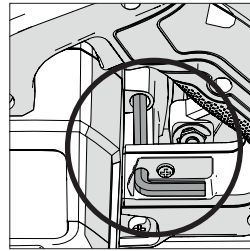

Fig. 1
- Leta upp den levererade insexnyckeln för bladbyte som ligger i det monterade förvaringsutrymmet (**Fig. 1**)